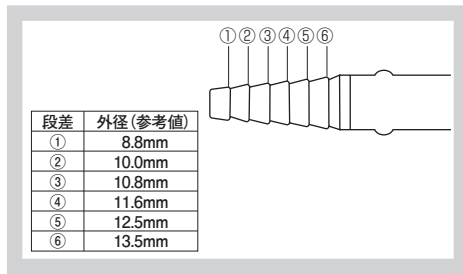

図 7
1. 本品の胸腔ドレーン接続チューブ⑮のコネクターの寸法は下図(図7)のとおりである。他社製のドレーンチューブと本品を接続して使用するときは事前に接続できること、気密確認を行い、接続できないドレーンチューブは使用しないこと。気密性を確保できない、又は使用中に外れる可能性がある。